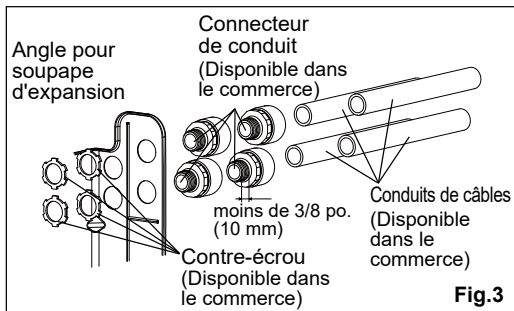

Fig.3
- (3) Fixez le connecteur de conduit à l'angle du détendeur avec le contre-écrou. (Fig.3)